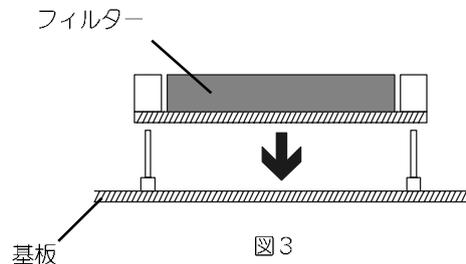

図3
4. 接続端子を曲げないように注意しながら“YF-122S”または“YF-122C”“YF-122CN”を“FIL-1”“FIL-2”のどちらかに差し込みます(図3参照)。